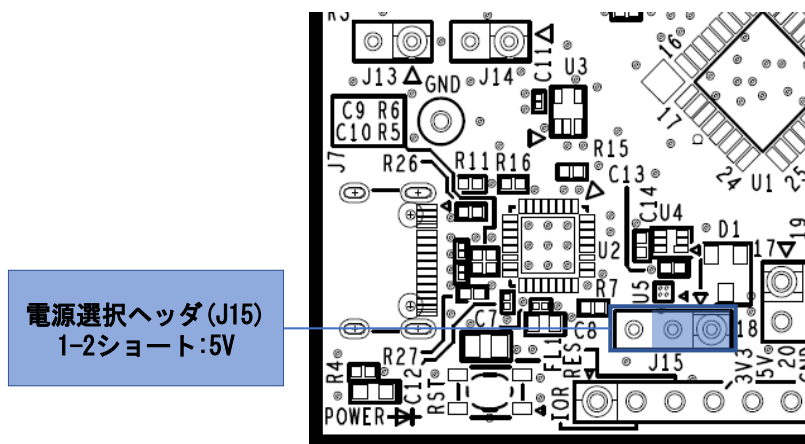

図 5-5: 5V 使用時のヘッダ設定(部品面)
- ・ J15 1-2 ショート：5V 電源を選択。出荷時初期設定。(図 5-5)